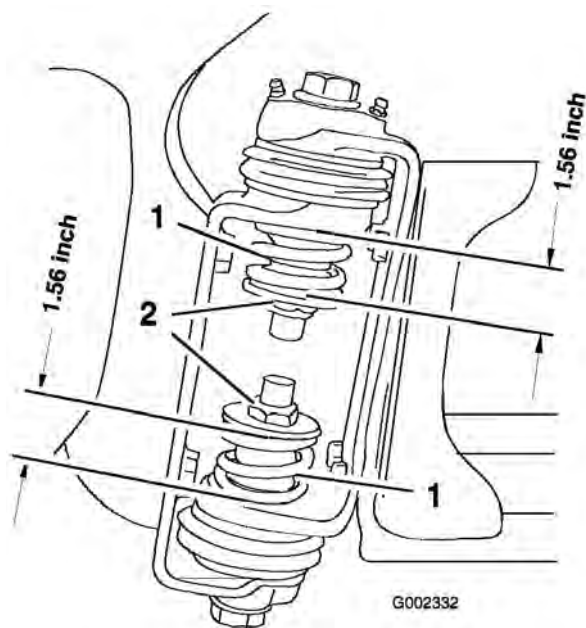

図 8
3. ブームが開いた状態で、ブーム蝶番の部分で上部スプリングと下部スプリングの圧縮状態の長さを測定する(図8)。